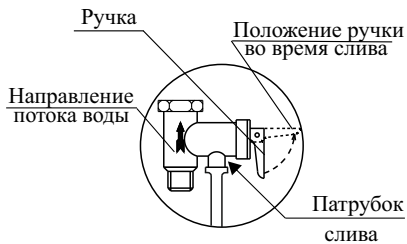

Рисунок 5 - Схема подключения к водопроводной сети
Подключение входа и выхода ЭВН к магистральным трубам холодной и горячей воды (см. рис. 5) обязательно должно осуществляться через **диэлектрические переходники**.
- Заполните ЭВН водой. Для этого перекройте запорный вентиль горячей воды из магистрали (1), закройте сливной кран (4), откройте запорный вентиль холодной воды из магистрали (2), вентиль подвода холодной воды к ЭВН (6), вентиль горячей воды (3) и кран горячей воды на смесителе. ЭВН заполнен, когда из крана горячей воды на смесителе начнет вытекать, с полным напором, вода. Закрыть кран горячей воды на смесителе (см. рисунок 5).
- При необходимости полного слива воды из ЭВН (например, при профилактике) надо отключить ЭВН от электрической сети, перекрыть вентиль подвода холодной воды к ЭВН (6), вентиль горячей воды (3) должен быть открытым, открыть кран горячей воды на смесителе и сливной кран (4), через который и слить воду (см. рисунок 5).